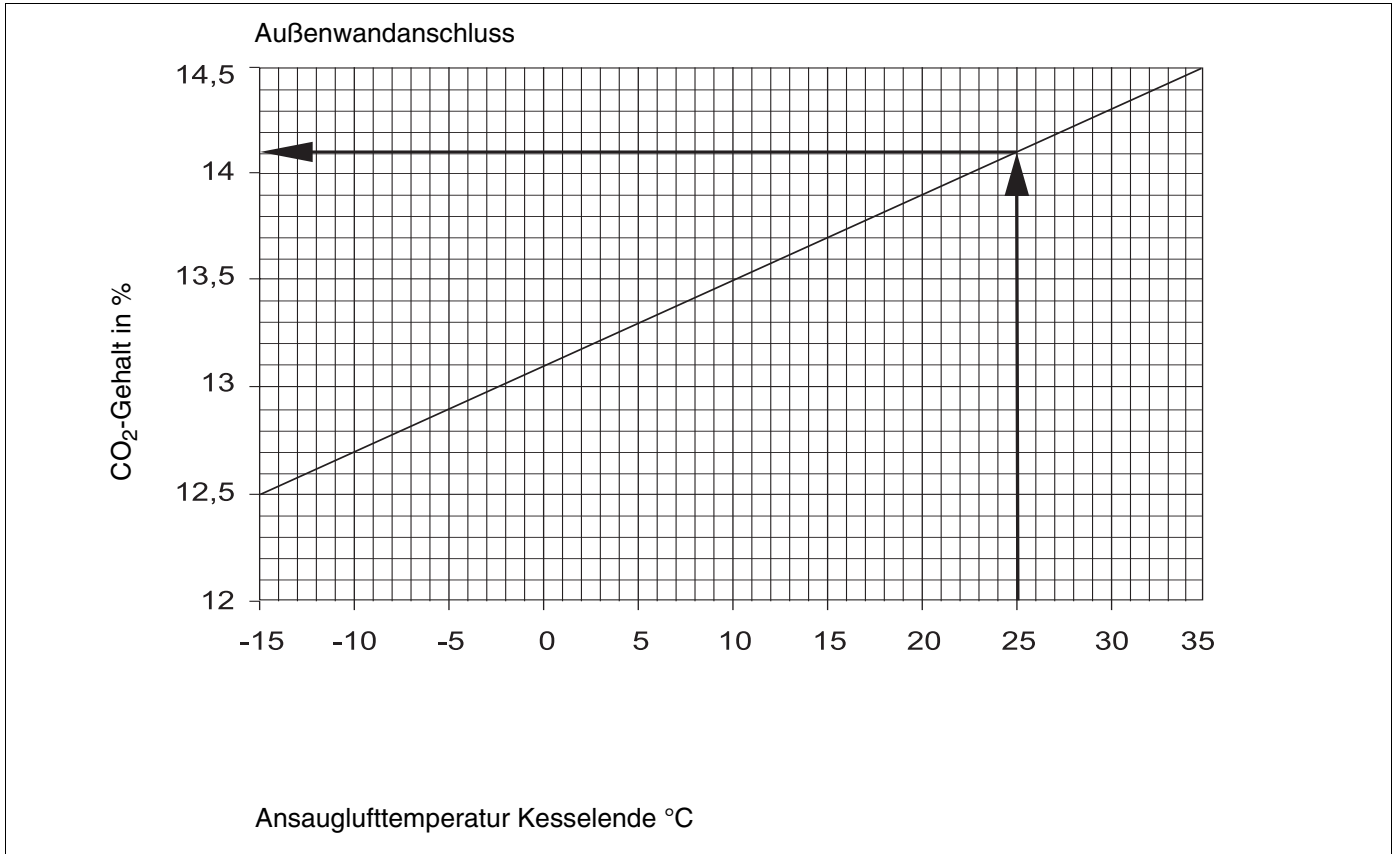
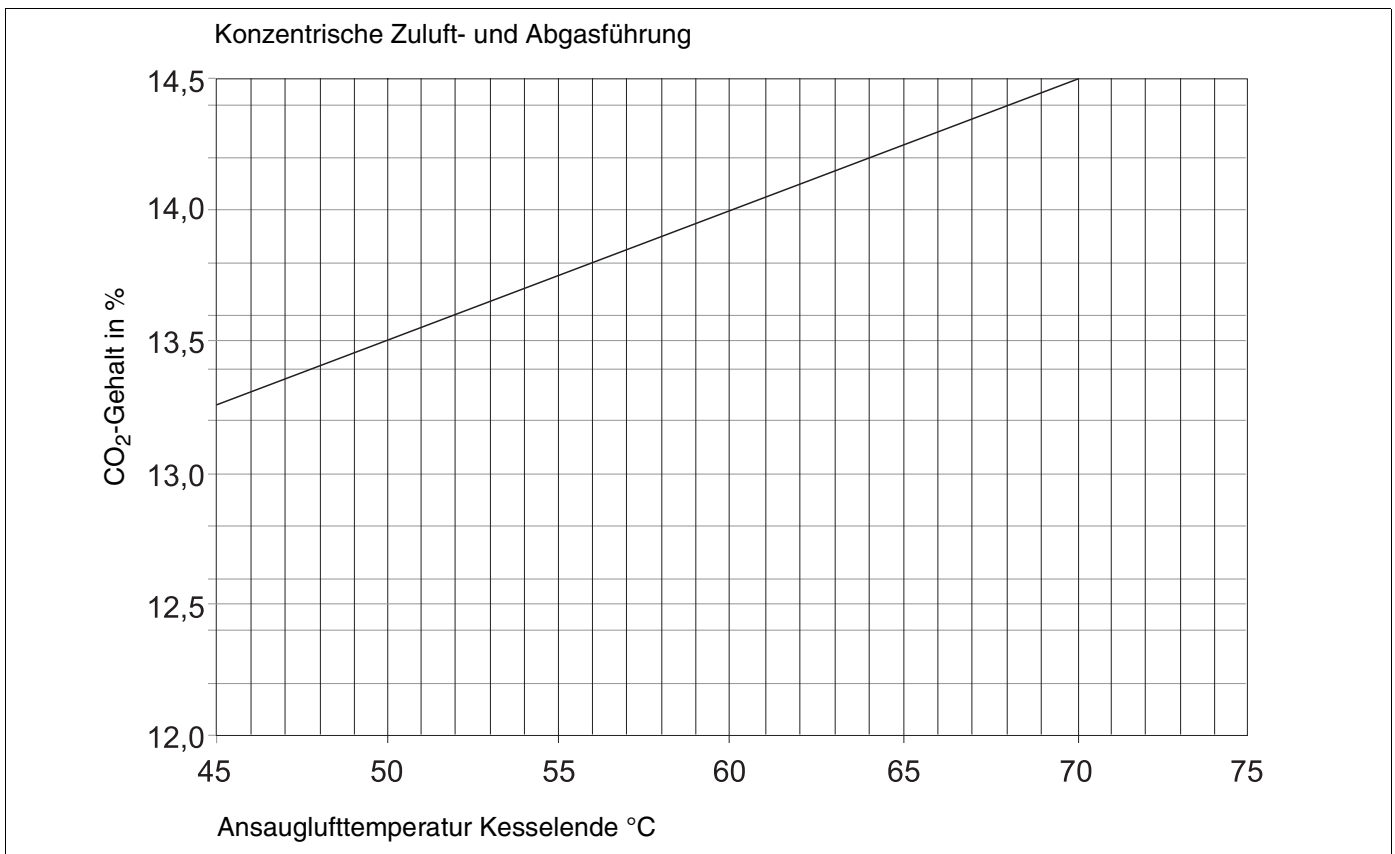

Abb. 6 CO₂-Einstellung abhängig von der Ansauglufttemperatur bei Zuluft direkt durch Außenwand (gilt mit und ohne Brennerhaube)
Abb. 7 CO₂-Einstellung abhängig von der Ansauglufttemperatur bei Zuluft durch konzentrische Zu- und Abluftführung (gilt mit und ohne Brennerhaube)
- CO₂-Gehalt an der Druckregulierschraube an der Ölpumpe entsprechend Abb. 6, Seite 12 oder Abb. 7, Seite 12 nachregulieren, je nachdem ob die Zuluft direkt durch die Außenwand oder über ein konzentrisches Rohr angesaugt wird.